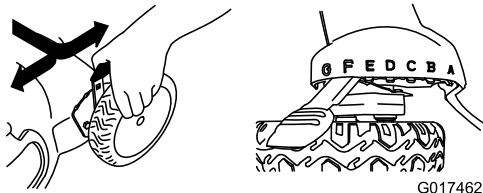

Figure 11
**Remarque:** Pour élever la machine, déplacez les 4 leviers de hauteur de coupe en avant; pour abaisser la machine, ramenez tous les leviers en arrière (Figure 11).